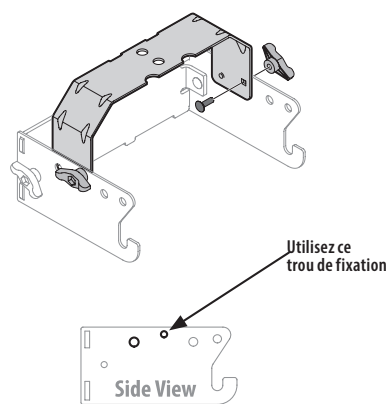

Figure 2
2. Retournez le support et retenez le support d'attelage au support de montage avec deux écrous papillon. Voir Figure 2.